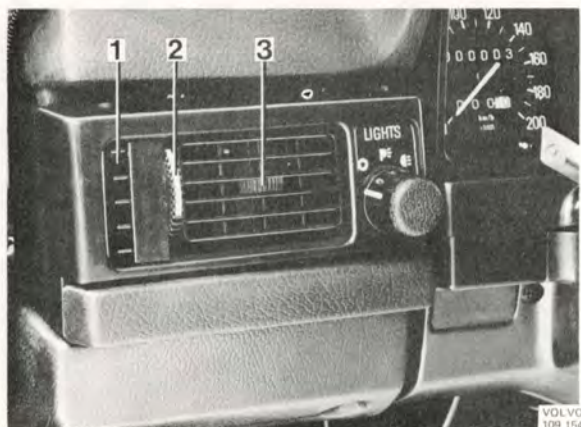

Bild 8-12. Luftmunstycke
Luftmunstyckena i instrumentbrädan har rektangulär form. De kan liksom tidigare ställas in oberoende av varandra. Luftmängden regleras med ratten 2, bild 8-12 och luftströmmens riktning med spaken 3. Bredvid de yttre luftmunstyckena finns ett separat munstycke (1) som riktar en luftström mot de främre sidorutorna. Denna luftström tar bort och motverkar imbildning på sidorutorna.